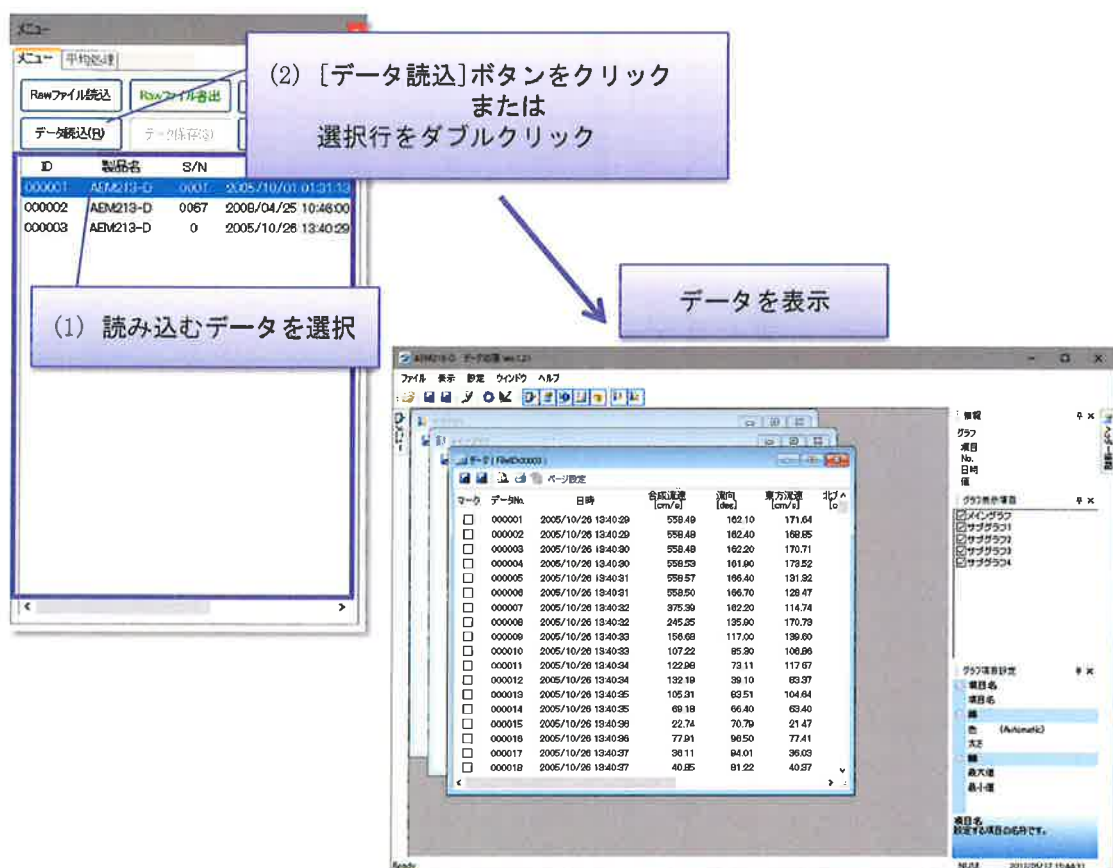

図 4.37 データの読み込み
- (1) データリスト内の読み込みたいデータをクリックして選択します。(図 4.37)
- (2) **[データ読込]** ボタンをクリック，またはデータリスト内の読み込みたいデータをダブルクリックするとデータを読み込みます。